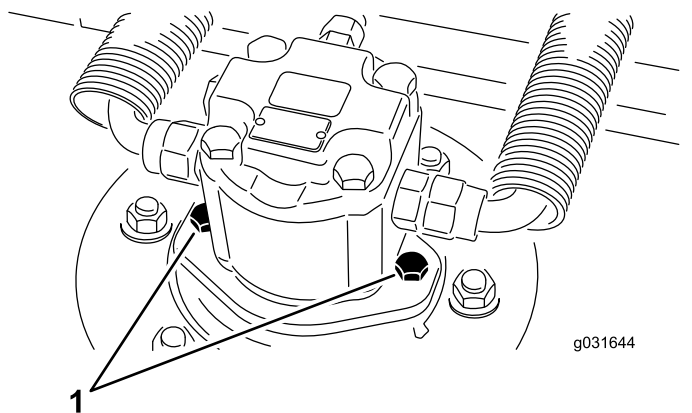

Bild 65
2. Entfernen Sie die Befestigungsschrauben des Hydraulikmotors, klemmen den Hydraulikmotor vom Mähwerk ab und entfernen ihn (Bild 65).
4. Bringen Sie mithilfe der Befestigungsschrauben des Hydraulikmotors den Hydraulikmotor am Mähwerk an (Bild 65).